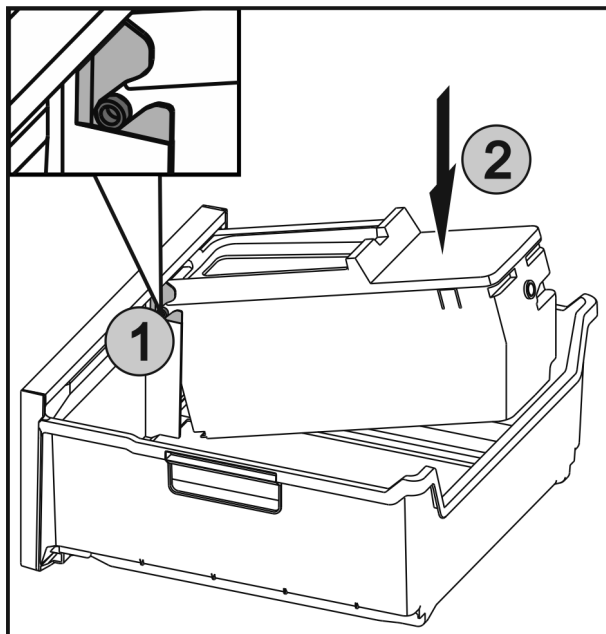

Fig. 42
- Inserire gli assi Fig. 42 (1) di EasyTwist-Ice nelle guide e premere la parte posteriore Fig. 42 (2) finché la linguetta non si innesta.